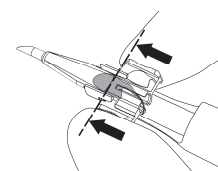
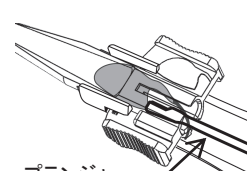
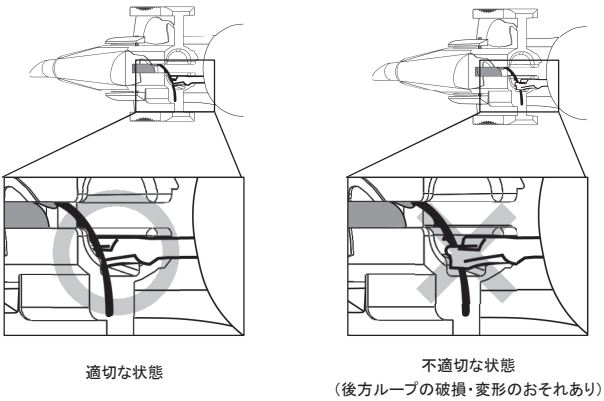

図12
図13
図14
9. 眼内レンズの刻印が見えるようにカートリッジを持ち、ハンドピースに取り付ける (図 12)。その後、プランジャーをゆっくりと押し進め、後方ループの横を通過させて光学部エッジに押し当てる (図 13)。このとき、プランジャーで後方ループを破損させないように注意する (図 14)。